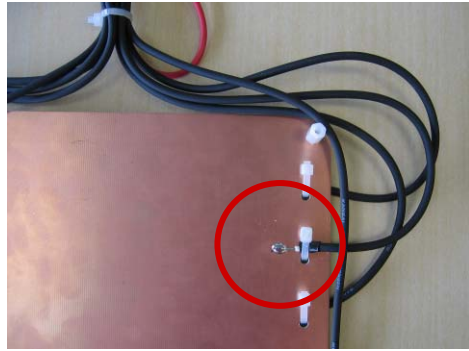

図8. 基板裏側 (手順4)
4. 基板裏側(金属)に同軸ケーブルの信号線のみを接続する(図8 参照)